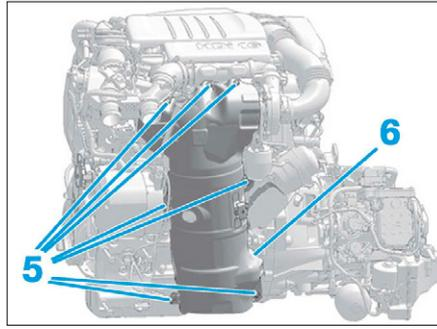

FIG. 6
- les vis de fixation (5) de l'écran thermique (6) du filtre à particules (Fig.6),
- l'écran thermique (6) du filtre à particules,